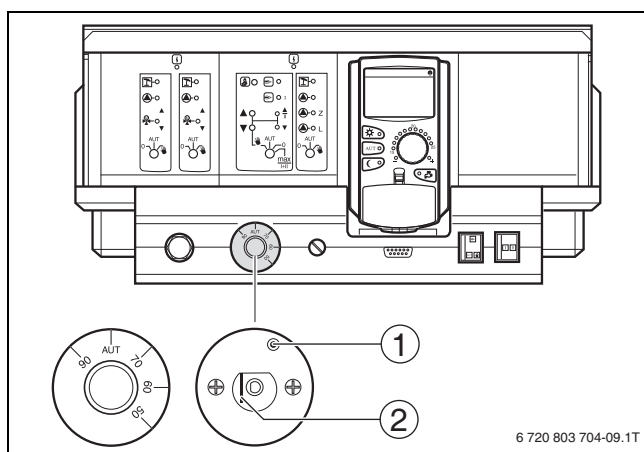

Рис. 14 Срабатывание защитного ограничителя температуры
- ▶ Нажмите отверткой на рычажок или кнопку (→ рис. 14) и держите так, пока не сработает предохранительный ограничитель температуры.
- ▶ В зависимости от типа регулятора отпустите рычажок или кнопку (→ рис. 14, стр. 15).